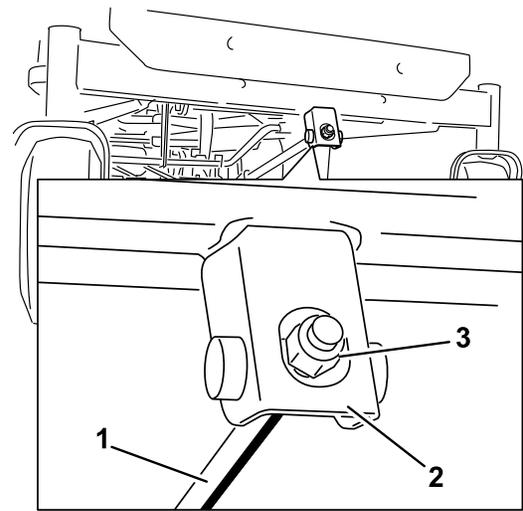

Figura 69
6. Para ajustar la inclinación longitudinal, gire la tuerca de ajuste de la parte delantera del cortacésped (Figura 69).